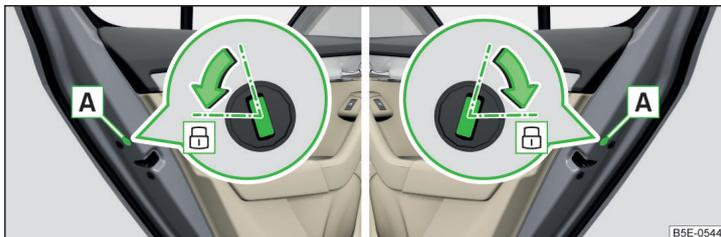

Abb. 318 Notverriegelung: Tür hinten links/rechts
- Die entsprechende Hintertür öffnen und die Blende **A** entfernen » Abb. 318.